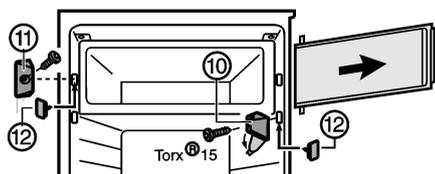

Fig. 6 \*
- Togliere il coperchio nel blocco di supporto Fig. 6 (10).\*
- Svitare il blocco di supporto Fig. 6 (10) con la porta dello scomparto.\*
- Svitare l'elemento di chiusura Fig. 6 (11).\*
- Chiudere i fori ora liberi con i tappi Fig. 6 (12) in dotazione.\*